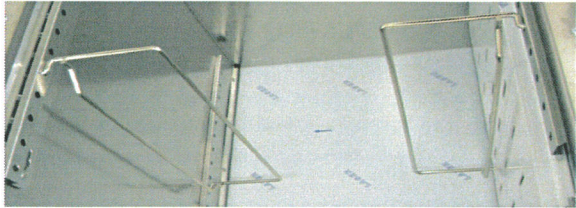

Fig. 1
5. Installez les coulisses du plateau dans l'armoire. Assurez-vous que le crochet à l'extrémité de la coulisse du tiroir est en place. (Fig. 1)